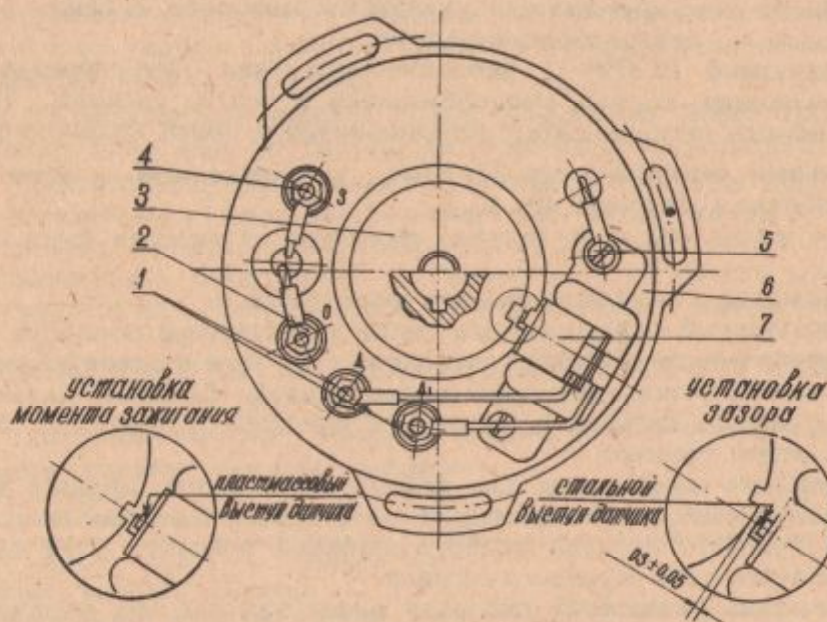

Рис. 17. Генератор 43.3701010
5.10.1. Источником электроэнергии на мотоцикле ММВЗ-3.112.1 является генератор переменного тока 43.3701010 (рис. 17). Напряжение цепи освещения с полной нагрузкой — 12В при частоте вращения ротора 2000—6300 об/мин. Уход за генератором сводится к проверке клеммовых соединений и регулировке зазора между ротором и стержнем сердечника датчика.